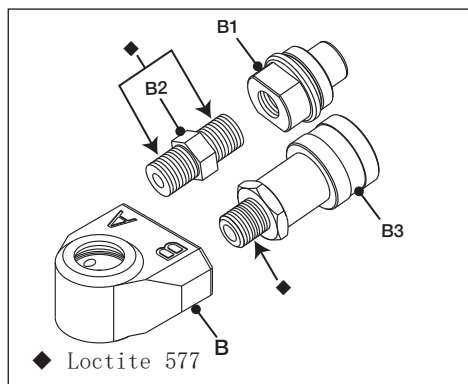

图 19
- 在快换母接头 (B3) 和直通接头 (B2) 的螺纹中涂上 Loctite 577 密封胶。涂抹位置请参见图 19 中的 ◆。